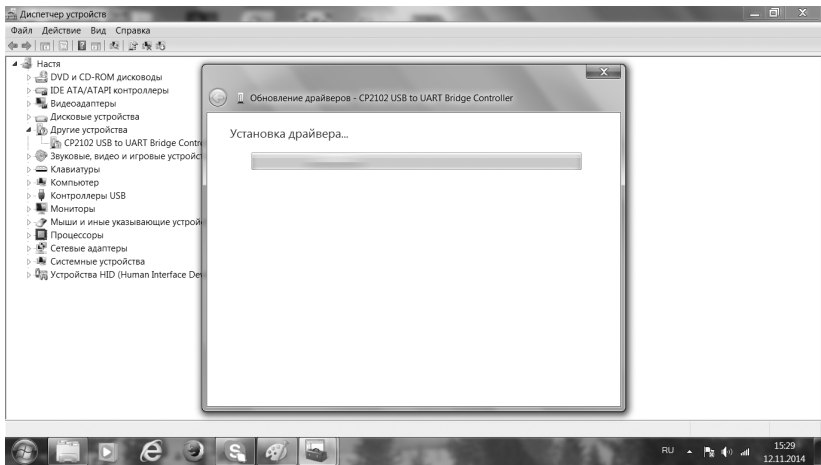

Рис. 12
3.10. Начнется установка драйвера толщиномера (рис.12).